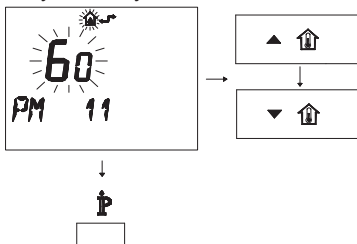

Рисунок 5.84
- Измените заданное значение при помощи кнопок **▲** **⬆** или **▼** **⬆** и подождите, пока заданная цифра не начнет мигать (Рисунок 5.84). Каждое изменение в сторону увеличения или уменьшения соответствует 1 секунде.